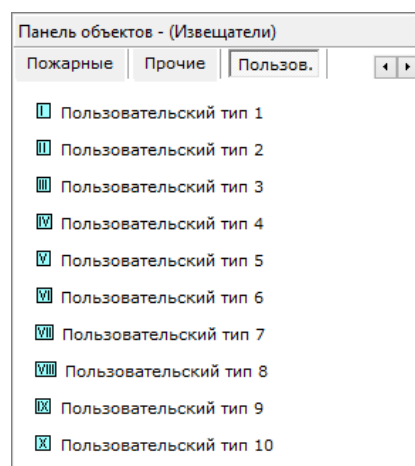

Рисунок 6-494 Панель объектов - Извещатели вкладки "Пользов."
- Пользов. (см. Рисунок 6-494).